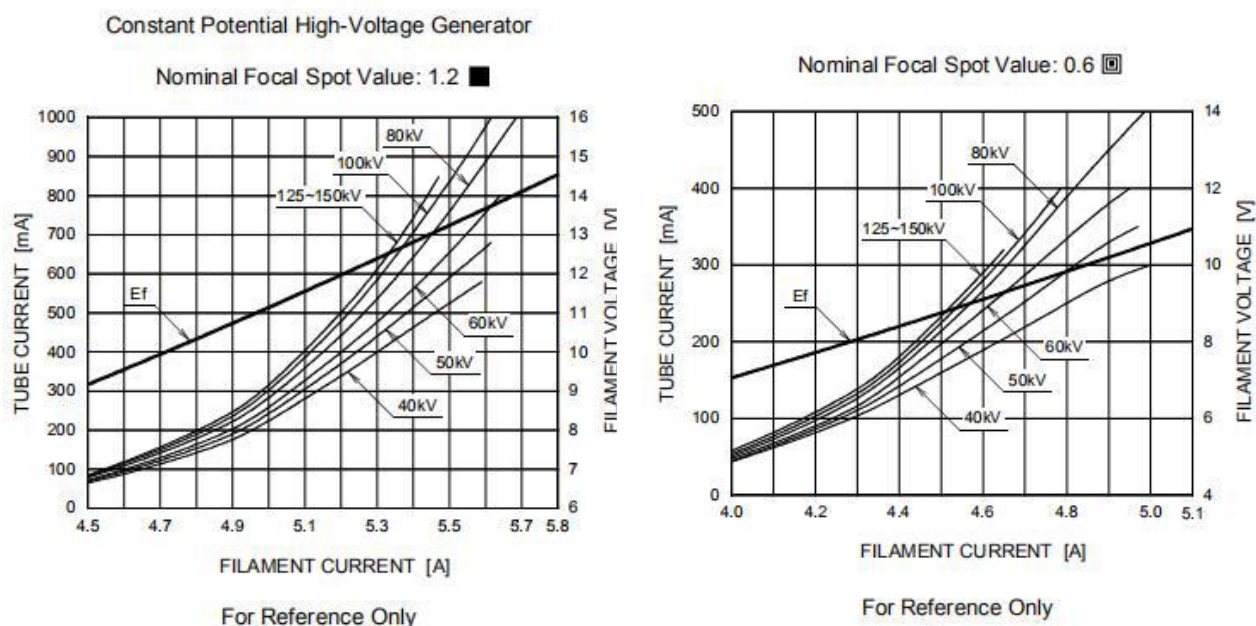

Figura 2-1 Características de emisión y filamento
15. Características de emisión y filamento como se muestra en la figura 2-1.